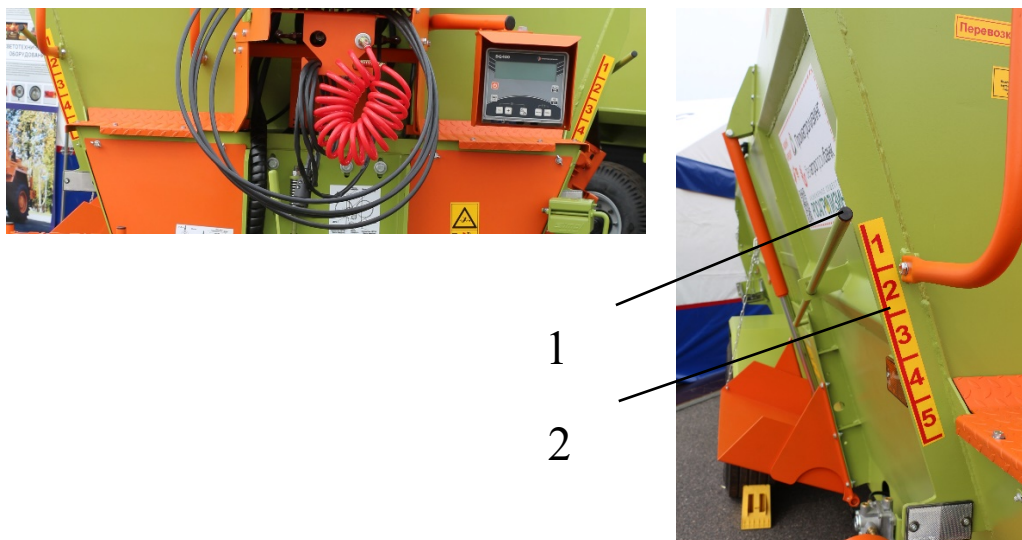

Рисунок 5.5 Указатели открытия шиберных заслонок
- соединить электрическую вилку кормораздатчика с электророзеткой трактора (рисунок 5.5).
5.9.6 Отрегулировать, шиберной заслонкой, количество выдаваемой кормосмеси, количество выдаваемой кормосмеси можно регулировать также скоростью движения трактора, степень открытия шиберной заслонки определяются визуально с помощью указателя 1 и шкалы 2, находящихся в передней части кормораздатчика рисунок 5.5;